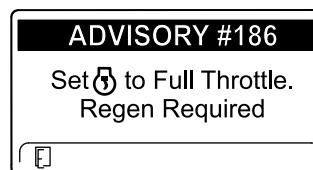

Figura 50
**Nota:** Se l'InfoCenter visualizza ADVISORY #186 (Figura 50), regolate il motore a pieno regime (minima superiore) per consentire alla rigenerazione di ripristino di continuare.